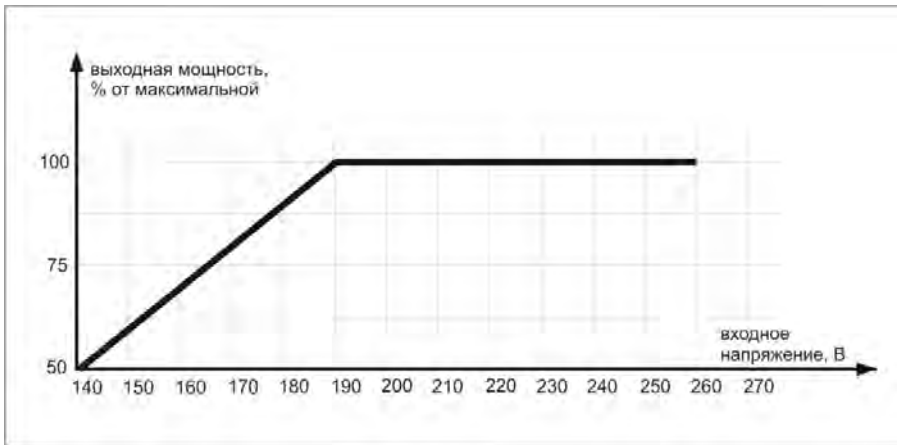

Рис. 2. График зависимости выходной мощности стабилизатора от входного напряжения
*Расчёт мощности произведён для работы стабилизатора при входном напряжении более 190 В. Если напряжение ниже 190 В, необходимо учитывать поправку согласно рис.2.
5. Переведите выключатель (рис. 2, поз. 6) в положение «вкл» на 10 секунд.
6. Дисплей (рис. 2, поз. 1) должен показывать 220 В при работе стабилизатора в штатном режиме.
7. Переведите выключатель (рис. 2, поз. 6) в положение «выкл».
8. Включить нагрузку в розетку (рис. 2, поз. 5) стабилизатора. Установить выключатель (рис. 2, поз. 3) в положение «вкл».